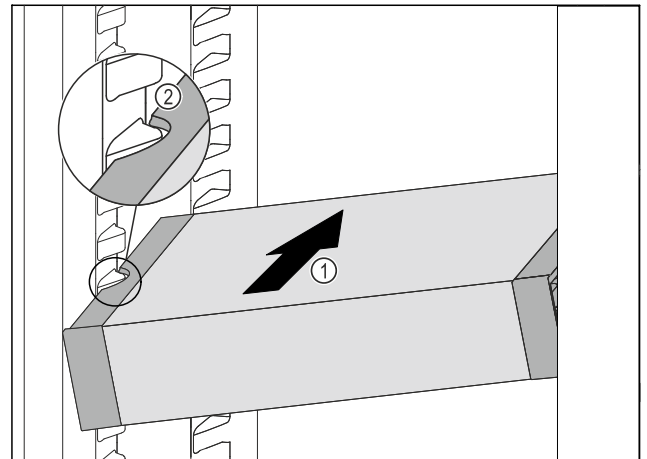

Fig. 213
- VarioSafe schräg in das Kühlteil einschieben Fig. 213 (1), bis sich die seitlichen Aussparungen Fig. 213 (2) des VarioSafes auf Höhe der Behälterrippe im Kühlteil befinden.